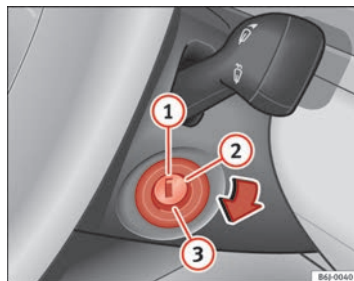

Fig. 110 Positions de la clé de contact
Dans cette position ⇒ fig. 110 l'allumage et le moteur sont déconnectés, ce qui peut bloquer la direction.
- Amenez la clé de contact en position ⇒ fig. 110 ②. Le témoin  s'allumera en cas de préchauffage du moteur.
- Lorsque le témoin s'éteint, tournez la clé en position ③ pour lancer le moteur sans appuyer sur l'accélérateur.
- Amenez la clé de contact en position ⇒ fig. 110 ①.